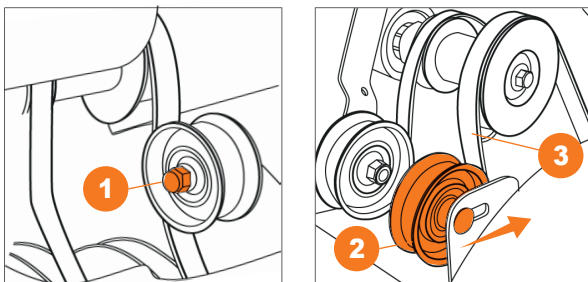

Рис. 46
- В случае если щетка не вращается или перестает вращаться под нагрузкой и регулировка натяжения троса не дает результата, необходимо произвести натяжку приводного ремня при помощи прижимного ролика (Рис. 46).